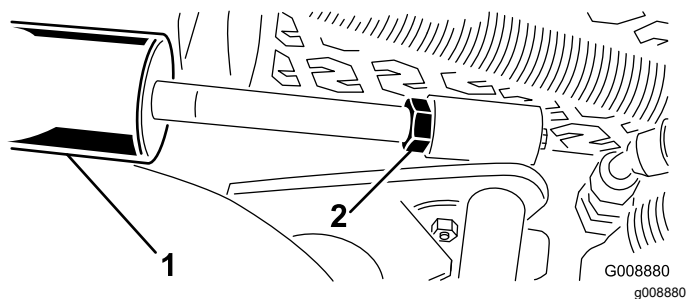

Figure 29
1. Desserrez l'écrou de blocage de la tige du vérin de levage (Figure 29).